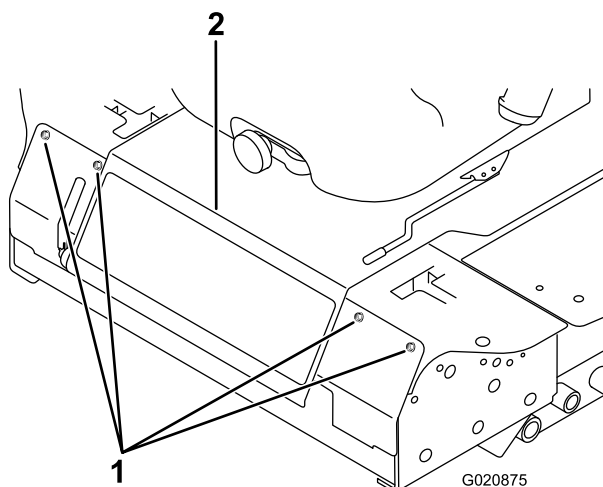

図 58
3. 前パネルを止めているボルトを外して前パネルを外す (図 58)。